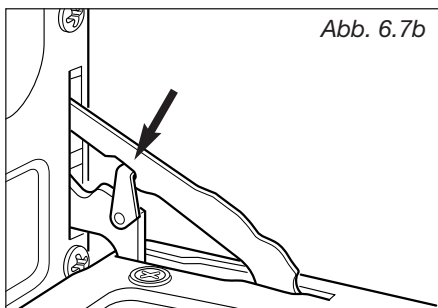

Abb. 6.7b
2. Haltebügel der Scharniere links und rechts nach oben in die Aussparung schwenken (abb. 6.7b).